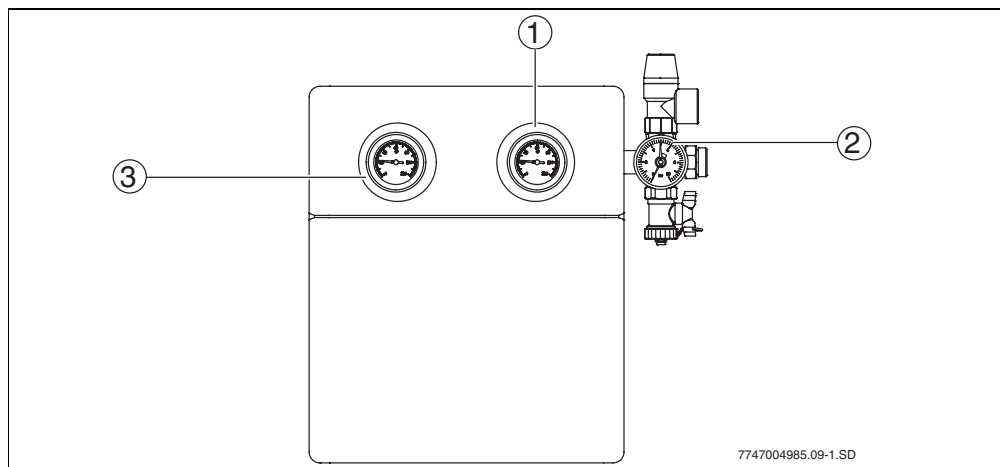

Bild 3 Solarstation
- Thermometer (→ Bild 3, Pos. 1 und 3): Die eingebauten Thermometer zeigen die Temperaturen des solaren Rücklaufs (blau) und Vorlaufs (rot) an.
- Manometer (→ Bild 3, Pos. 2) und Sicherheitsventil: Das Manometer zeigt den Betriebsdruck an. Das darüber befindliche Sicherheitsventil öffnet sich und die Solarflüssigkeit wird über die Abblasseleitung abgeblasen, wenn der Anlagendruck 6 bar übersteigt.